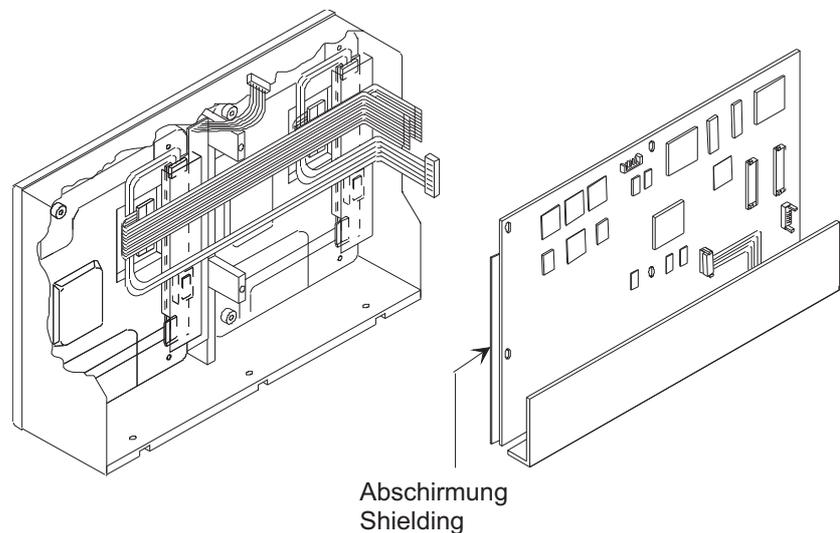

Bild D 8-4: Entfernen der Einheit aus Hauptplatine und Anschlussplatte
7. Entnehmen Sie die Einheit aus Hauptplatine und Anschlussplatte und legen Sie diese an einem sicheren Platz ab (Bild D 8-4).